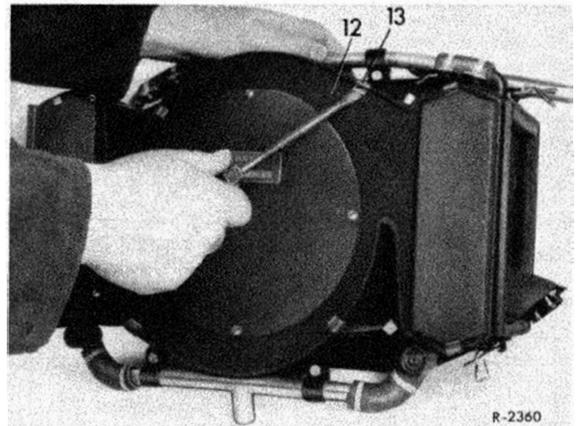

Bild 83-10/2
6. Schlauchanschlüsse an der Seite des auszuwechselnden Wärmetauschers lösen und Wärmetauscher herausziehen (Bild 83-10/3).